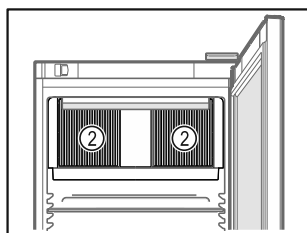

Fig. 56
- ❑ Lüftungsschlitze Fig. 56 (2) des Umluftgebläses im Innenraum freihalten.